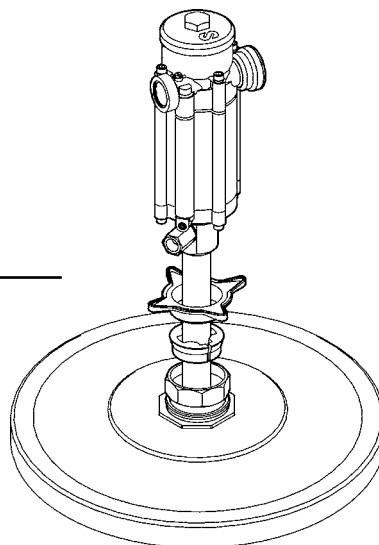

Рис. 1
3. Вставить насос в отверстие в гайке и закрепить на требуемой высоте, затянув звёздчатую гайку (см. рис. 1).